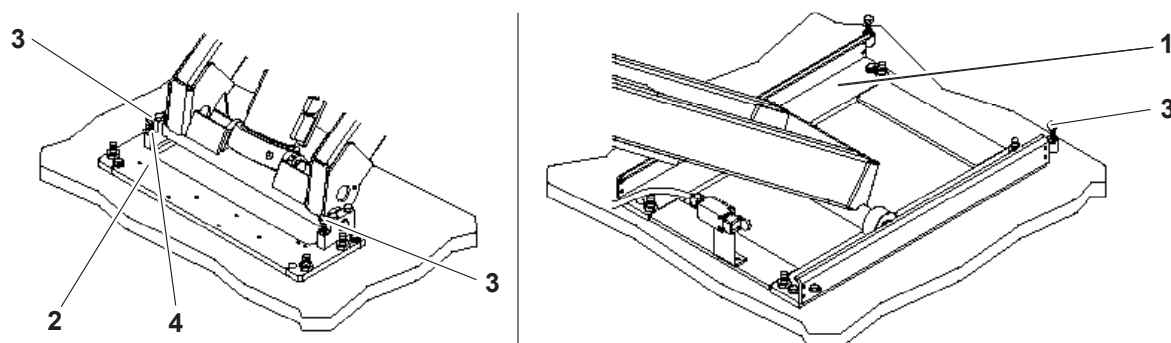

Fig. 2
- S'assurer que les bases sont parfaitement planes en prenant comme référence les surfaces de glissement des rouleaux 1 (fig.2) et d'appui du bloc pivots bielles 2 (fig. 2) : le cas échéant, intervenir sur les vis de mise à niveau 3 (fig.2) mais, dans ce cas, restaurer le contact base-sol sur toute la surface avec un calage adapté (cela permettra d'éviter des flexions ultérieures des bases).